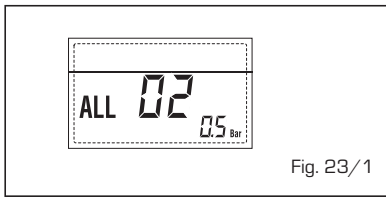

Fig. 23/1
- **ANOMALIA ALTA PRESSÃO ÁGUA "ALL 03"** (fig. 23/2)